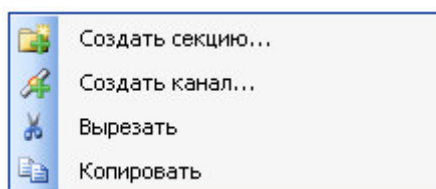

Рисунок 3.18 – Модуль Slave. Общий вид контекстного меню
- 3 Вызвать контекстное меню и выбрать соответствующую команду (рисунок 3.18).